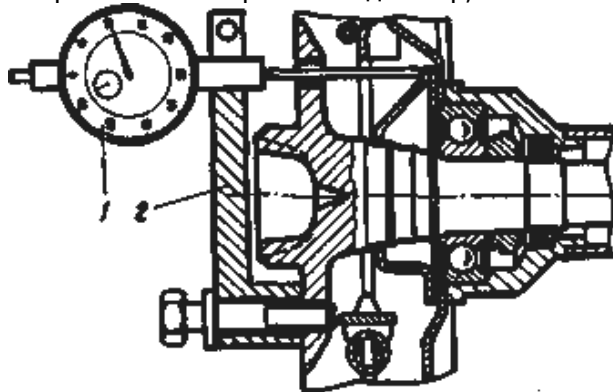

Рис. 4.10. Замер осевого люфта полуоси
– приверните к полуоси приспособление 02.7834.9504 (рис. 4.10);